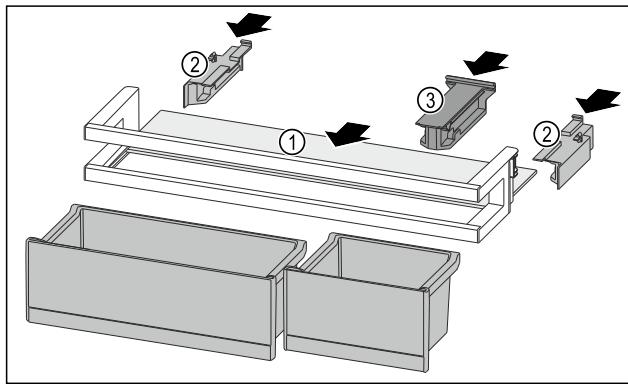

Fig. 95
- Zasuňte odkladaciu plochu Fig. 95 (1) do bočných vybraní.
- Vložte bočnice Fig. 95 (2).
- Vložte prídržný diel Fig. 95 (3).